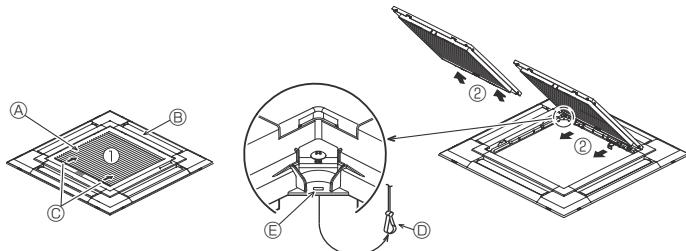
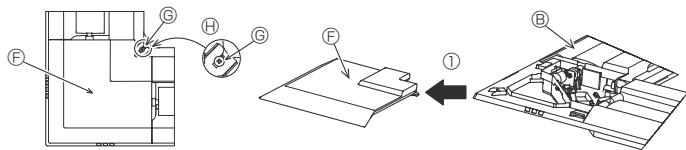

Fig. 9-3
Fig. 9-4
9.2.1. Extracción de la rejilla de admisión (Fig. 9-3)
- Deslice las palancas en la dirección indicada mediante la flecha ① para abrir la rejilla de admisión.
- Con la rejilla de admisión en posición "abierta", extraiga la bisagra de la rejilla de admisión de la rejilla tal y como se indica mediante la flecha ②.
9.2.2. Extracción del panel angular (Fig. 9-4)
- Afloje los 4 tornillos de la esquina. Deslice el panel angular en la dirección indicada por la flecha ① de la imagen y retírelo.
[Fig.9-3] [Fig.9-4]